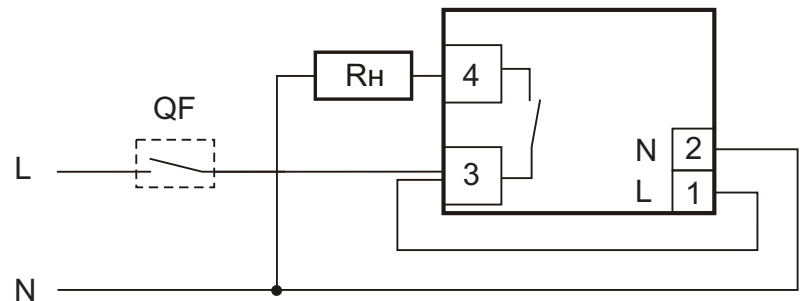

Рис.2. Схема подключения нагрузки к устройству RN 16-72
8.2. Подключите нагрузку к изделию согласно рис. 2. Для этого используйте одножильный или многожильный провод с двойной или усиленной изоляцией сечением, соответствующей мощности нагрузок. Заземленная нейтраль **N** подключается на контакт 2 изделия и нагрузке. Фазное напряжение **L** подается через выключатель **QF** и подключается к контакту 3 и 1 изделия. Кроме того, нагрузка подключается к контакту 4 изделия.